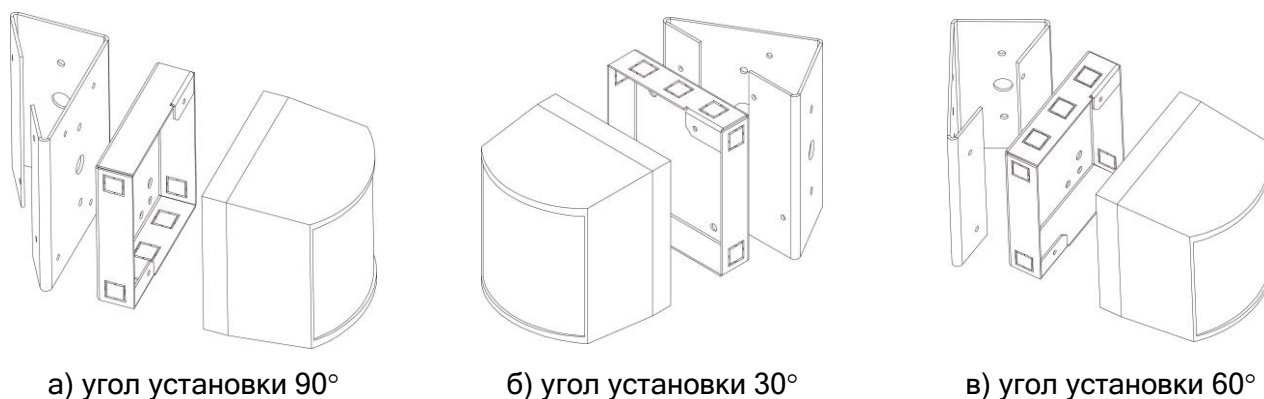

Рисунок 3 - Варианты установки извещателя на кронштейне с использованием базового основания
4.2 При креплении извещателя к кронштейну с использованием базового основания необходимо после установки кронштейна зафиксировать на нем базовое основание и далее установить на базовое основание извещатель (см. рисунок 3).